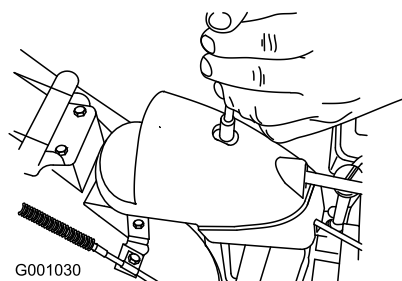

Figure 50
1. Retirez la fixation du couvercle du secteur denté (Figure 50), soulevez l'avant du couvercle et faites-le coulisser en arrière de façon à l'écarter.